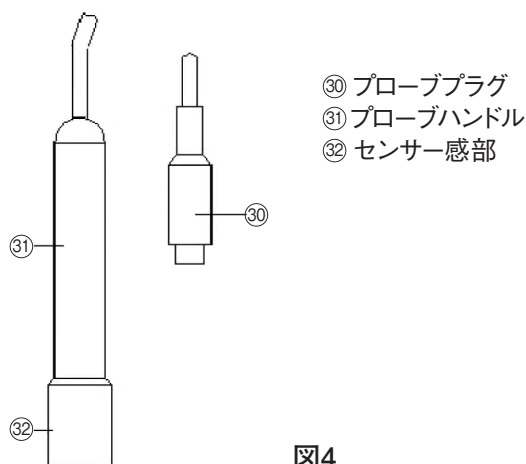

図4
- (1) 導電率/塩分センサー(CDPB-03、オプション)を準備して、プローブプラグ(③⑩、図4)を導電率センサーソケット(⑮、図1)に差し込んでください。
- (3) プローブ・ハンドル(③⑪、図4)を手で保持して、センサー感部を測定対象の溶液に浸してください。プローブを振って、プローブ内部に溜まった気泡をセンサー感部から逃がしてください。画面には導電率の値がmS(uS)という単位で表示されます。その左下には、計測した溶液の温度が表示されます。